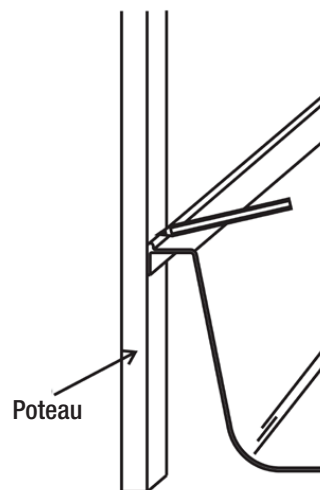

Fig. 2
4. Marquez maintenant la hauteur de la baignoire sur les poteaux arrière et aux extrémités, tel qu'illustré dans la Fig. 2, puis enlevez la baignoire.